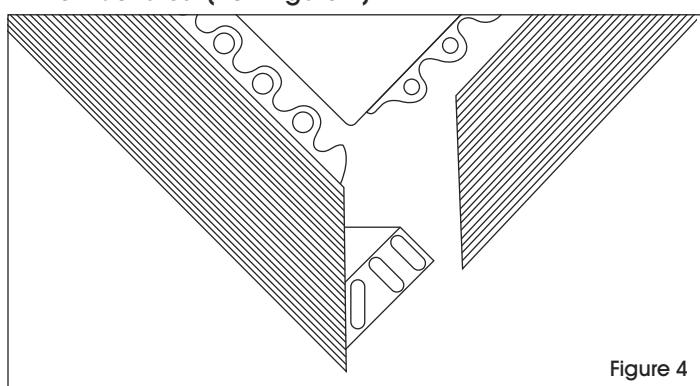

Figure 4
3. Fixez la bordure de finition à l'extrémité d'une rangée de carreaux de tapis en emboîtant les tiges dans les emboîtures. (Voir Figure 4)